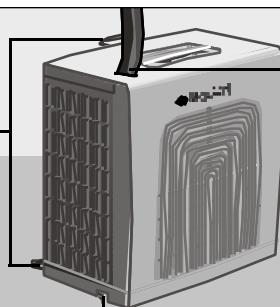

Fig. 2
- ❑ Certifique-se de que os tampões N, **Fig. 1** e C, **Fig. 2** estão bem metidos, porque poderão ter-se soltado durante o transporte.
Para ocupar o menor espaço possível, a mangueira B, **Fig. 2**, entrega-se enrolada. Ao preparar o equipamento para o seu uso, o fabricante recomenda em primeiro lugar desdobrar os laços da mangueira com cuidado.
- ❑ No caso de se transportar apenas a unidade exterior, desligar em primeiro lugar o equipamento, extrair o tampão C, Fig. 2 da unidade exterior, incliná-la ligeiramente e esvaziar a água residual que possa haver no seu interior.
- Certifique-se de que a unidade exterior está colocada na posição horizontal, caso contrário poderia gotejar água da sua base. Para isso, utilizar a vareta guarda-distâncias inferior, ver A, Fig 2.